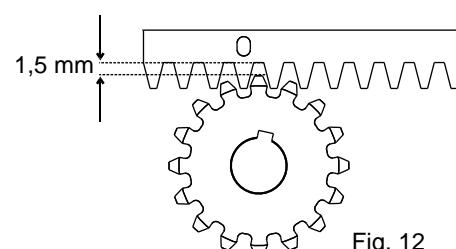

Fig. 12
**6.6.** tutta la cremagliera va alzata di 1,5 mm per evitare che il peso del cancello gravi sul pignone (Fig. 12),